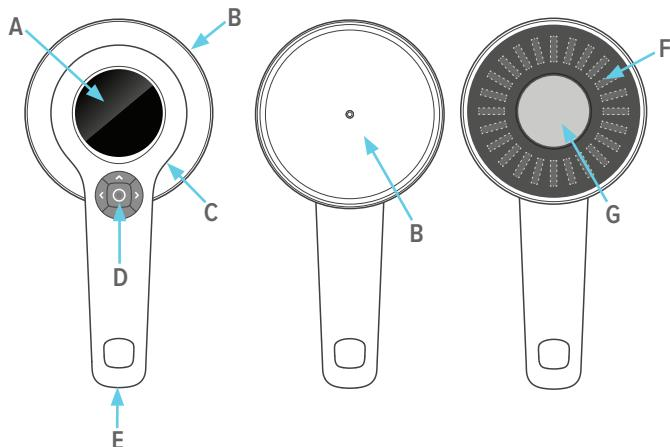

図1.機器の概要**A:**ディスプレー **B:**ふた **C:**充電器用およびコンピュータ用のUSBコネクタ **D:**ボタン(中央、左、右、上、下) **E:**三脚ネジマウント **F:**炭素繊維カバーの後ろの固体センサー **G:**鋼製格子の後ろのパンケーキ型ガイガーミュラー管
注意 パンケーキ型ガイガーミュラー管**G**のページ104の図1)の入射窓は非常に脆いので、触ってはいけません。パンケーキ型ガイガーミュラー管は機械的衝撃にも敏感です。
1. ふたを外します。例えば、ふたなしで測定する時、アクティブセンサーはパンケーキ型ガイガーミュラーハンで、ページ104の図1に**G**。